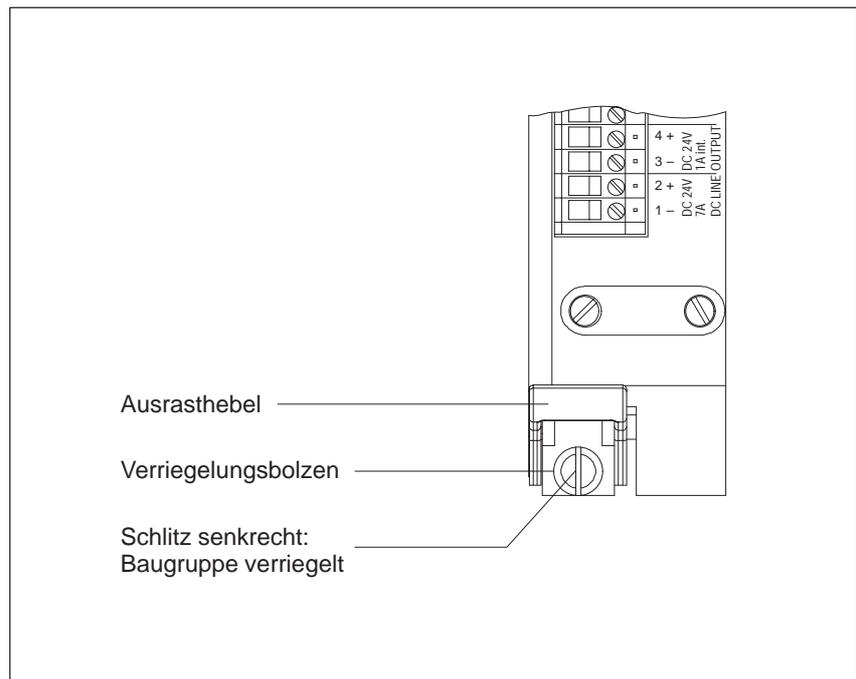

Bild 3-4 Frontansicht der Stromversorgungsbaugruppe, Verriegelungsmechanismus
4. Verriegeln Sie die Stromversorgungsbaugruppe durch Drehen des Verriegelungsbolzens mit einem geeigneten Schraubendreher um 90°: Schlitz muß senkrecht stehen (siehe Bild 3-4).
6. Lösen Sie den Verriegelungsbolzen der Stromversorgungsbaugruppe durch Drehen mit einem geeigneten Schraubendreher um 90°: Schlitz muß waagrecht stehen (siehe Bild 3-4).